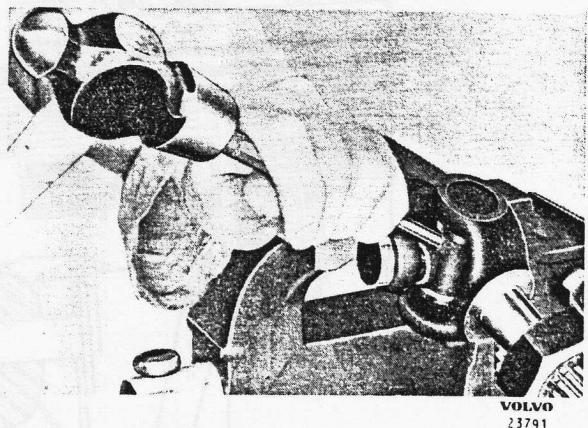

Bild 4-5. Gelenkkreuz ausbauen
4. Dann das Kreuz so weit wie möglich in entgegengesetzter Richtung herausschlagen, siehe Bild 4-5.